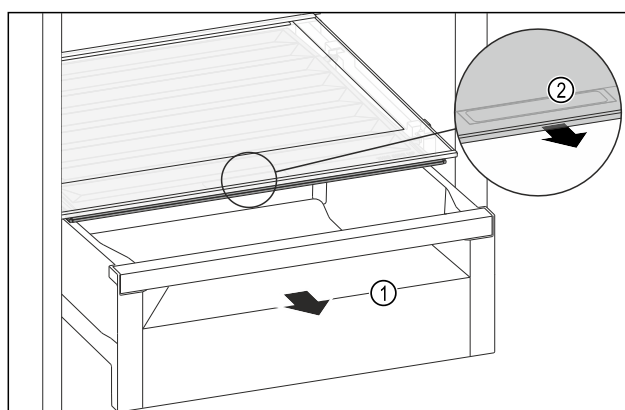

Fig. 137
- Izvucite ladicu Fig. 137 (1).
- Primite ručku Fig. 137 (2) na poklopcu pretinca i istodobno povucite poklopac pretinca prema naprijed.